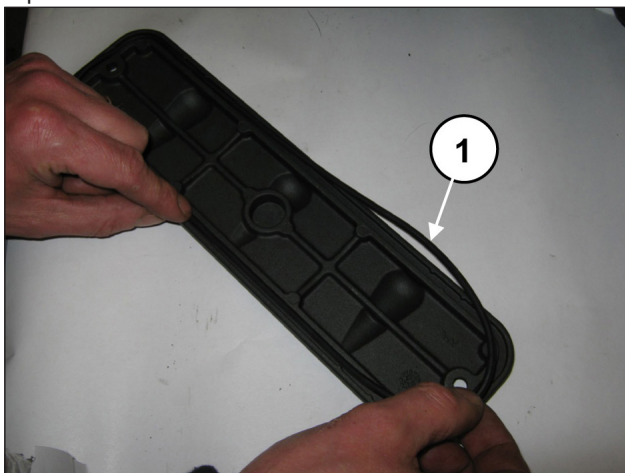

Fig. 91
Applicare i coperchi ispezione con O-ring (pos. ①, Fig. 91) e serrare mediante 2+2 viti M6x14 (pos. ①, Fig. 92).